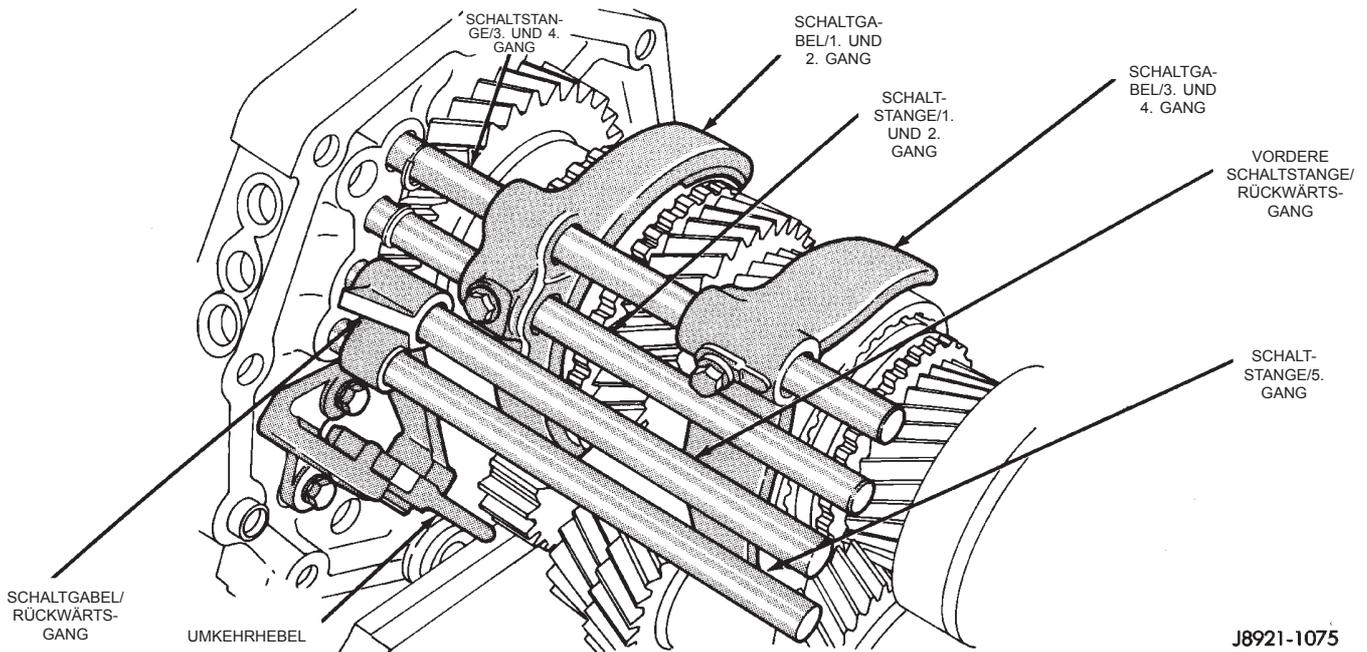

Abb. 67 Unterscheidung der Schaltstangen
(19) Die Schaltstange für den fünften Gang ausbauen (Abb. 67).